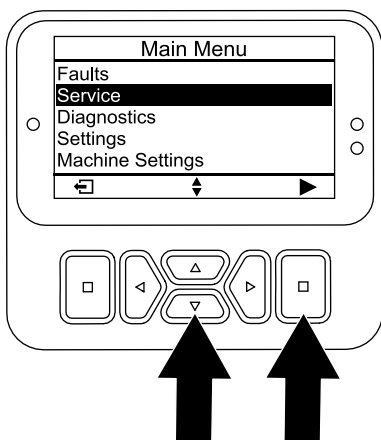

Figure 119
3. Appuyez sur le bouton vers le bas jusqu'à ce que l'option ENTRETIEN soit sélectionnée, puis appuyez sur le bouton de sélection (Figure 119).